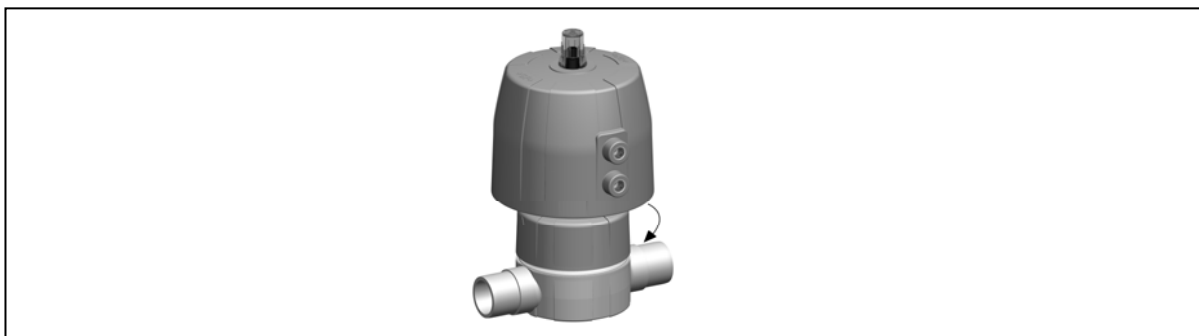

Fig. 25
- ▶ Apriete a mano la tuerca de la carcasa., véase Fig. 25